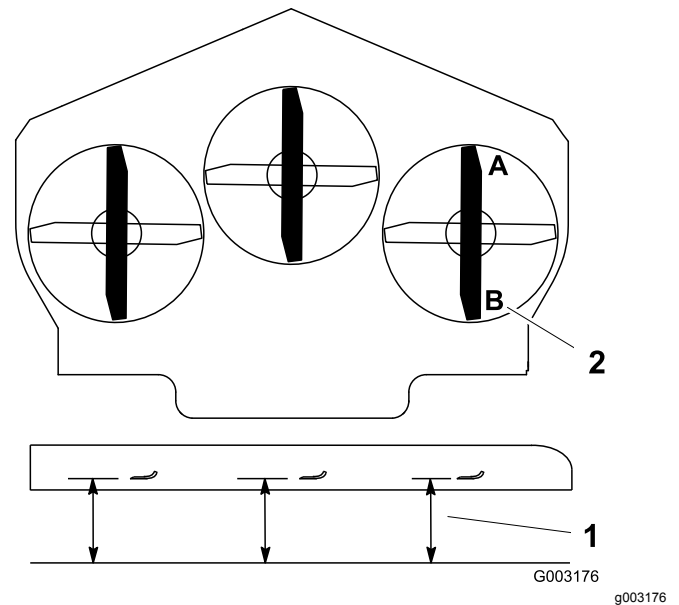

Figure 76
1. Tournez la lame droite dans le sens longitudinal (Figure 76).
2. Mesurez la distance au point A entre la surface plane et le tranchant de la pointe de la lame droite (Figure 76).
4. Mesurez la distance au point **B** entre la surface plane et le tranchant de la pointe de la lame droite (Figure 76).
6. La lame doit être plus basse de 6 à 10 mm au point **A** qu'au point **B** (Figure 76). Si ce n'est pas le cas, passez aux opérations suivantes.